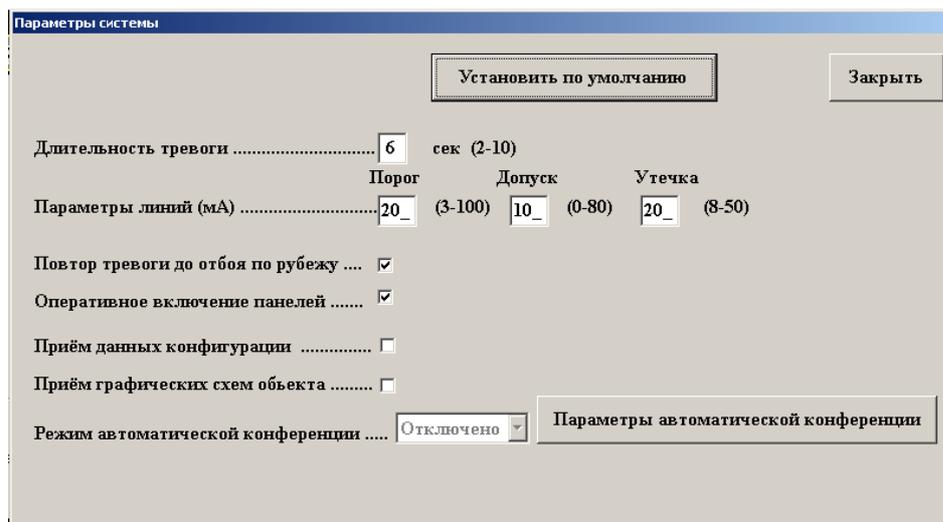
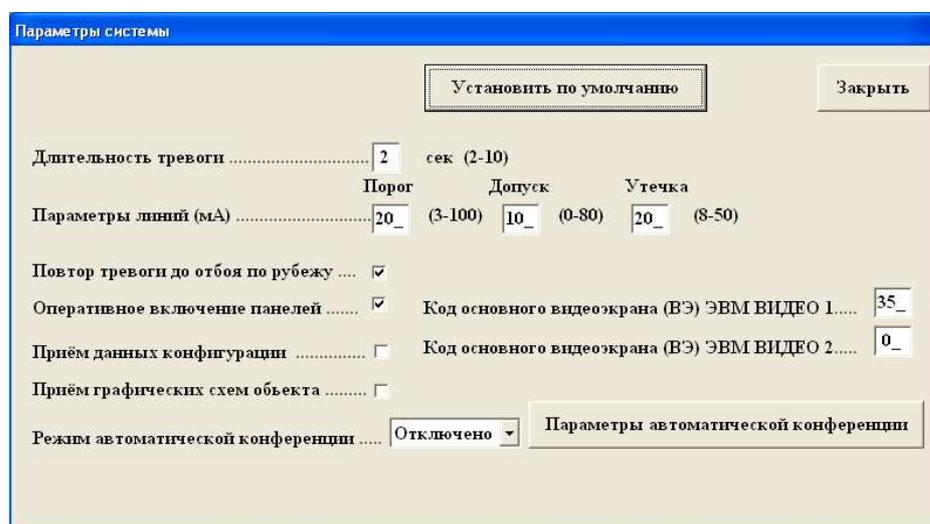

Рис. 8.57– Панель *Параметры системы* (видео – «Ewclid»).
Рис. 8.58 – Панель *Параметры системы* (видео – «AV-Монитор»).
Если задан тип системы видеонаблюдения «Ewclid», то вид панели *Параметры системы* будет соответствовать Рис. 8.57. Если установлен тип системы видеонаблюдения «AV-Монитор», то вид панели будет соответствовать Рис. 8.58.
• коды основного видеозэкрана. Этот параметр устанавливается при интеграции в систему охраны систем видеонаблюдения на базе «AV-Монитор» (ЕИЯГ.425969.032) см. Рис. 8.58. Если ЭВМ ВИДЕО подключены к ЭВМ ПУ, то в этой ЭВМ установите код основного видеозэкрана для каждой ЭВМ ВИДЕО (определив его согласно эксплуатационной документации на видеосистему). Если задать код «0», то автоматическое включение *основного* видеозэкрана выполняться не будет.